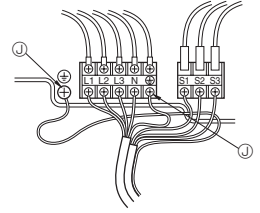

Fig. 7-2
7.1. Dış ünite (Fig. 7-1, Fig. 7-2)
- ① Servis panelini sökün.
- ② Fig. 7-1 ve Fig. 7-2'ye bakarak kabloları bağlayın.